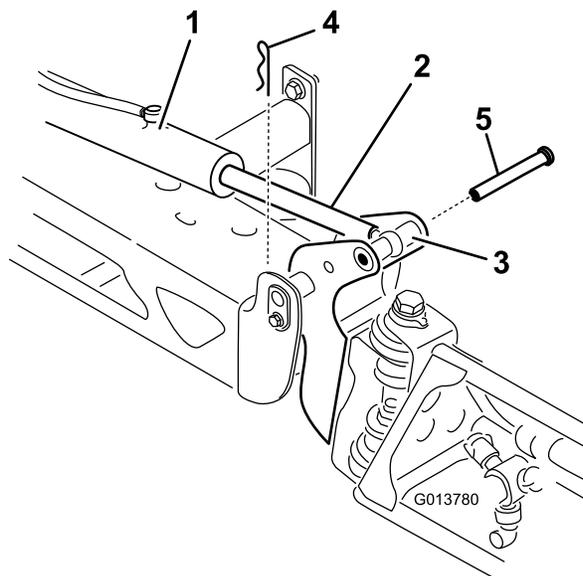

Figura 96
2. Retire la chaveta del pasador de giro (Figura 96).
3. Levante el brazo, retire el pasador (Figura 96), y baje el brazo lentamente al suelo.
9. Sujetando el brazo, introduzca el pasador a través del pivote del brazo y del émbolo del actuador (Figura 96).